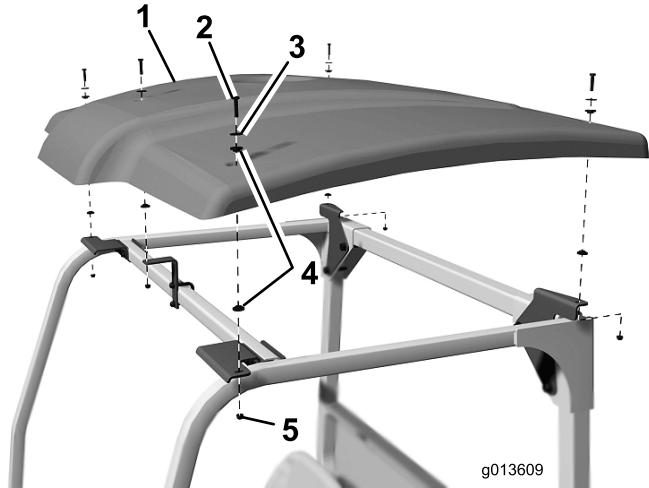

Figura 4
9. Posicione a capota no ROPS alinhando os furos de montagem com os furos nos suportes (Figura 4).
10. Monte sem apertar a capota nos suportes com parafusos (5) 1/4 x 1-1/4 pol., anilhas 7/8 pol. e porcas 1/4. Certifique-se também que é posicionado um casquinho de borracha na parte superior e inferior da capota ao instalar cada parafuso (Figura 4).